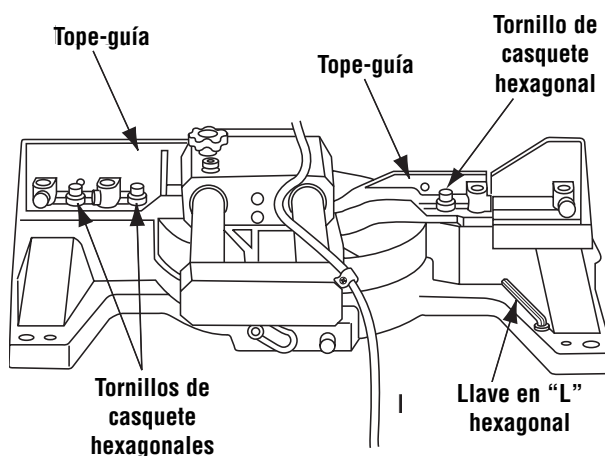

Figura 11. Ajuste del tope-guía
- b. Use la llave hexagonal (suministrada) y afloje los tres (3) tornillos de casquete hexagonales que están detrás del tope-guía (Figura 11).